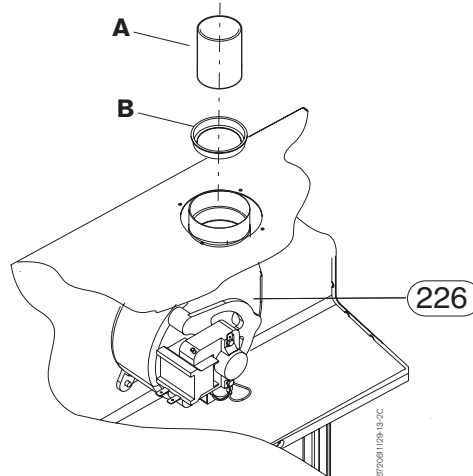

Fig. 14
Attenzione! Può essere necessario il montaggio del diaframma (B) presso il ventilatore (come da Fig. 14). In questi casi vedere la tabella Tab. 5 dei diaframmi.